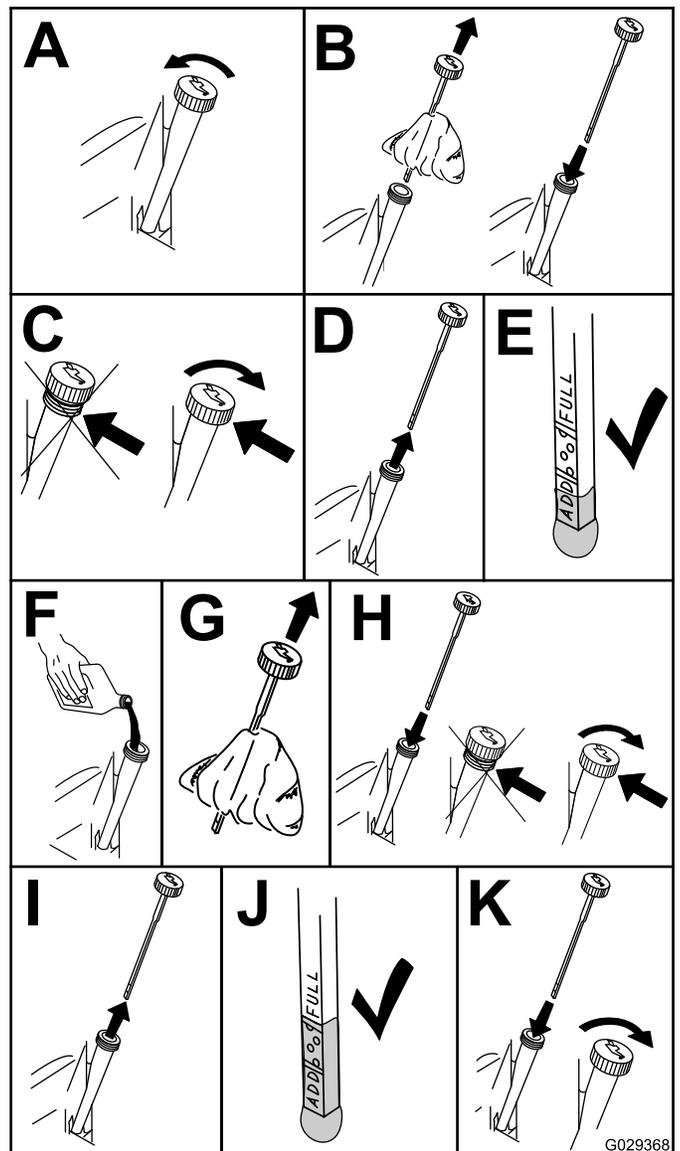

Bild 29
4. Prüfen Sie den Ölstand im Motor (Bild 29).